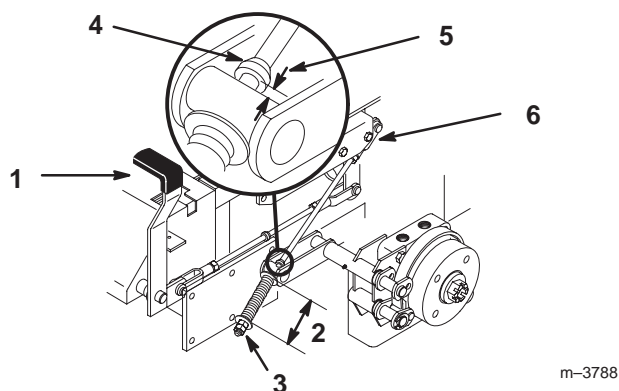

Figure 54
2. Mesurez la longueur du ressort. Les rondelles doivent être distantes de 70 mm (2-3/4") (Fig. 54).
3. Si un réglage est requis, desserrez l'écrou de blocage situé sous le ressort et serrez l'écrou directement au-dessous de la chape (Fig. 54). Vissez l'écrou jusqu'à ce que le ressort ait la longueur voulue. Serrez les deux écrous ensemble et répétez la procédure de l'autre côté de la machine.
- A. Mesurez la distance entre le galet de tourillon et le collier sur la tige de frein. Elle doit être comprise entre 5 et 7 mm (3/16 et 1/4") (Fig. 54).
6. Si un réglage est requis, desserrez l'écrou de blocage situé juste au-dessous de la chape. Tournez la tige inférieure jusqu'à obtention de l'écart voulu (Fig. 54). Serrez l'écrou de blocage à la chape.